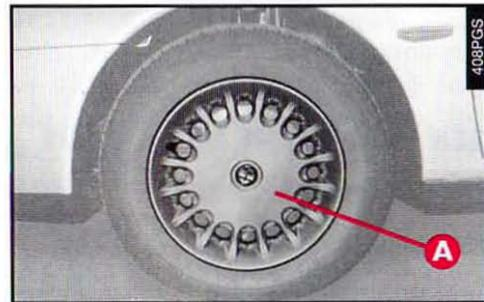

fig. 4
– Enlever l'enjoliveur (**A-fig. 4**) (pour les versions avec jantes en acier seulement)
— Enlever l'enjoliveur (**A-fig. 4**) s'il est présent, en faisant levier sur le bord avec le tournevis à tête plate prélevé de la boîte à outils.